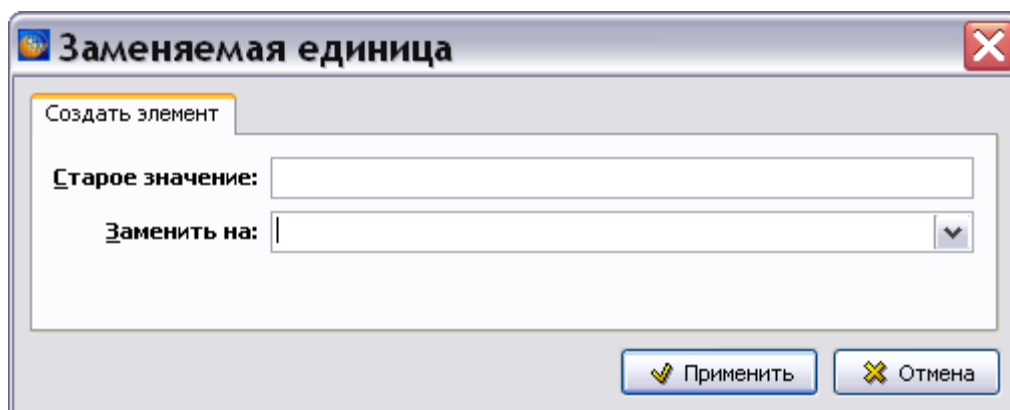

Рис. 3.25
- Нажатие на кнопки **Добавить**  и **Редактировать**  приводит к открытию окна **Заменяемая единица**, пустого в первом случае и заполненного параметрами выбранного элемента во втором (Рис. 3.25).